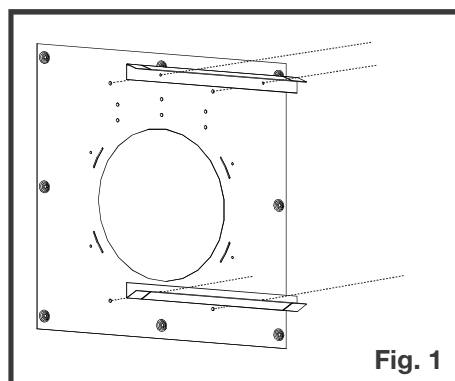

Fig. 1
1. Installez les entretoises sur le pare-feu sur l'entretoise du foyer (figure 1).
1. Dévissez les attaches sur l'ensemble de protection de ventilation. NE PAS DISCARDER LES FIXATEURS (Figure 1).